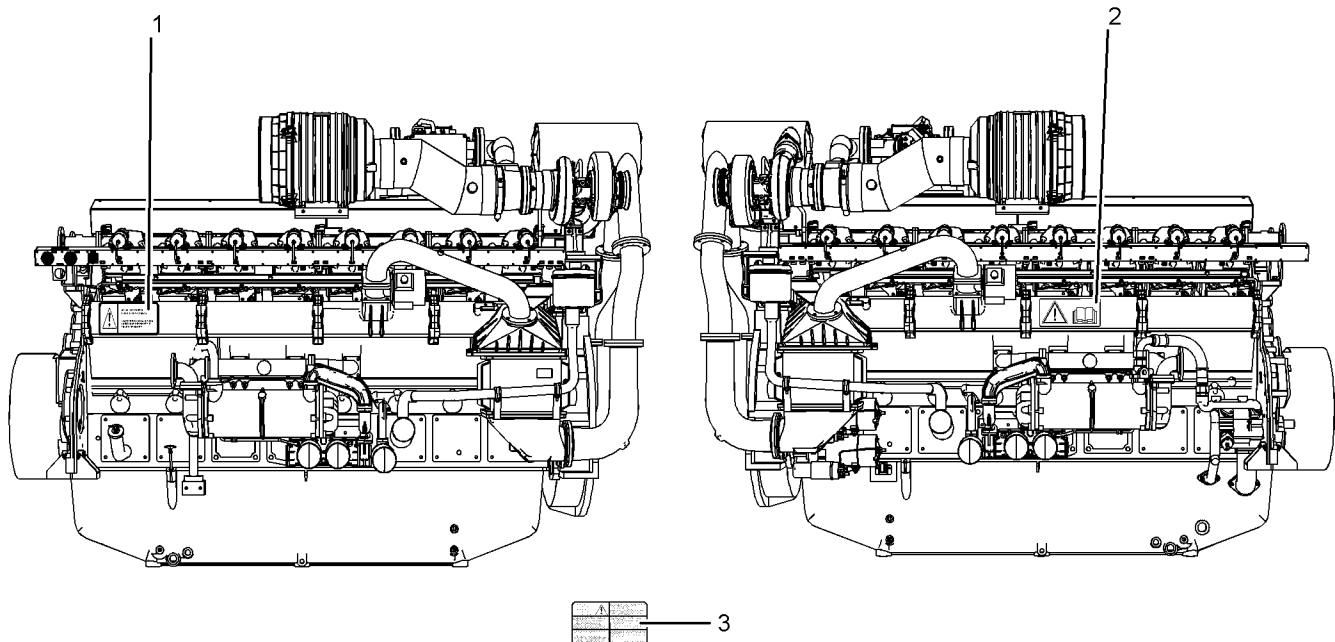

Ilustración 1
La etiqueta de advertencia para verificar el nivel de aceite del motor (1) está ubicada en el múltiple de admisión. Vea la Ilustración 1.
La etiqueta de advertencia universal (2) está ubicada en el múltiple de admisión de aire en el lado derecho del motor. Vea la Ilustración 1.
(2) Advertencia universal